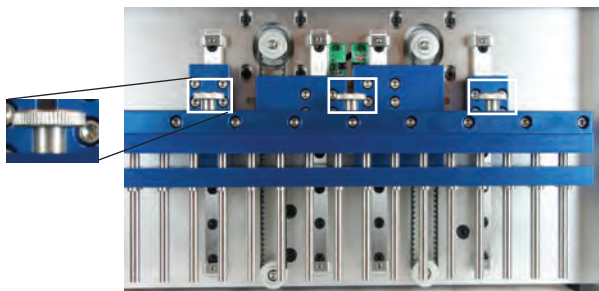

Figura 6. Tornillos de mariposa de la parte superior del sistema de varillas magnéticas.
3. Desatornille y retire los tres tornillos de mariposa que hay sobre el sistema de varillas magnéticas (Figura 6).